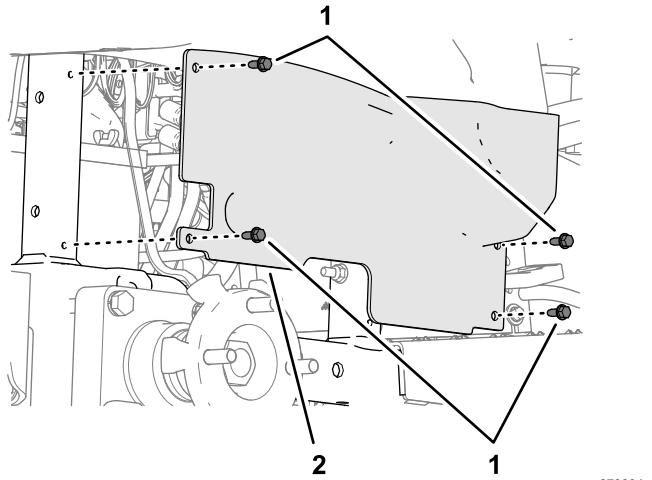

Bild 31
3. Entfernen Sie die beiden Bundkopfschrauben ($\frac{1}{4}$ " x $\frac{5}{8}"), mit denen die Radkastenverkleidung am Rahmen der Maschine befestigt ist (**Bild 31**).$
6. Richten Sie die Löcher in der Radkastenabdeckung mit den Löchern im Rahmen der Maschine (Bild 31) aus und befestigen Sie die Abdeckung am Rahmen mit 4 Bundkopfschrauben ($\frac{1}{4}'' \times \frac{5}{8}''$), die Sie im Schritt 3 entfernt haben.